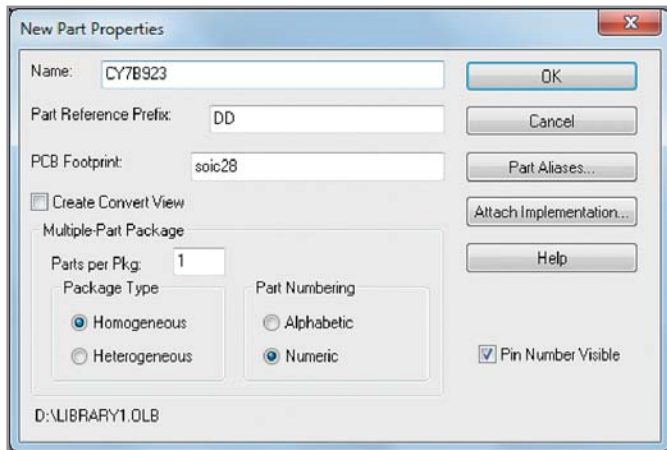

Рис. 2. Описание стандартных свойств компонента в окне *New Part Properties*
2. Программа предлагает ввести стандартные свойства компонента в появившемся окне *New Part Properties* (см. рис. 2).